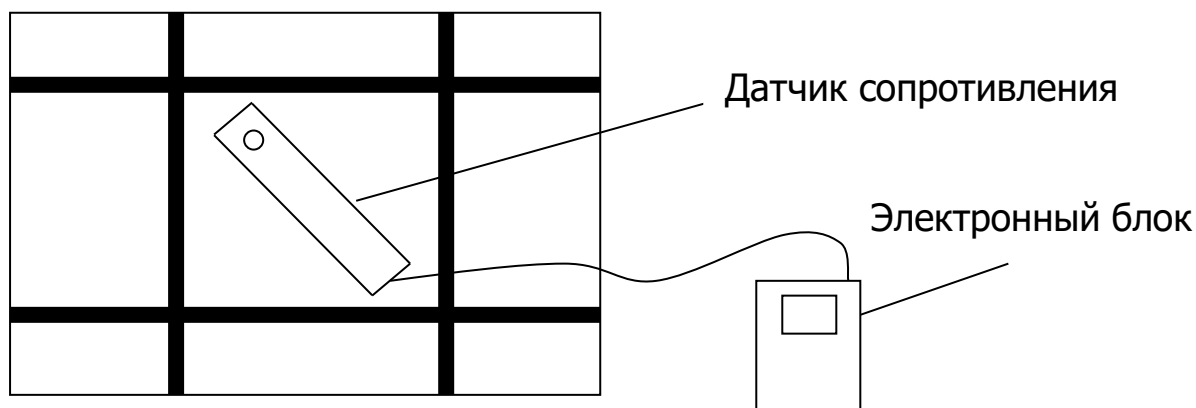
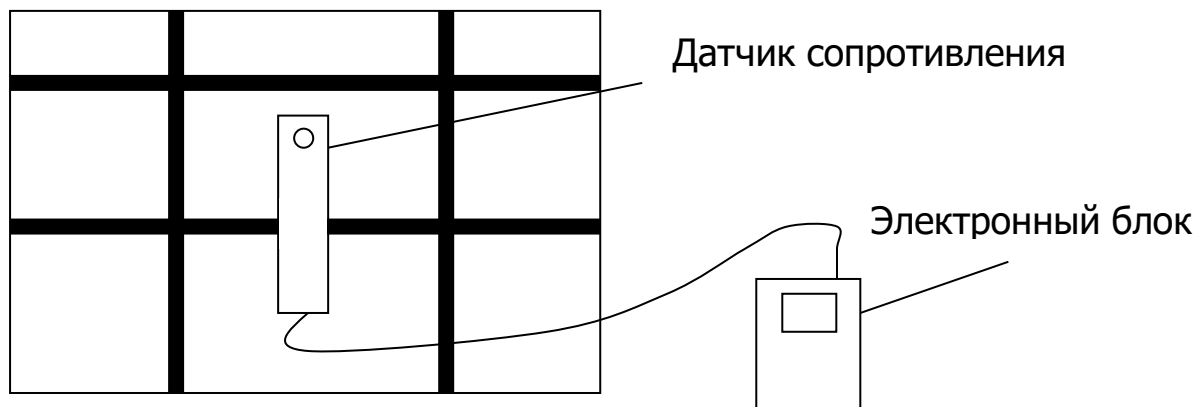

Рисунок 5
Рисунок 6
6.4.2 Выполнить разбивку объекта на контролируемые участки в соответствии с выбранным шагом по оси X и Y по п. 6.2.5. Места для измерений следует выбирать таким образом, чтобы влияние арматуры на результат измерения было минимальным. Датчик не следует располагать непосредственно над арматурным стержнем или параллельно стержню (рисунок 5). Если шаг арматуры слишком мал, датчик следует располагать перпендикулярно стержню арматуры (рисунок 6).